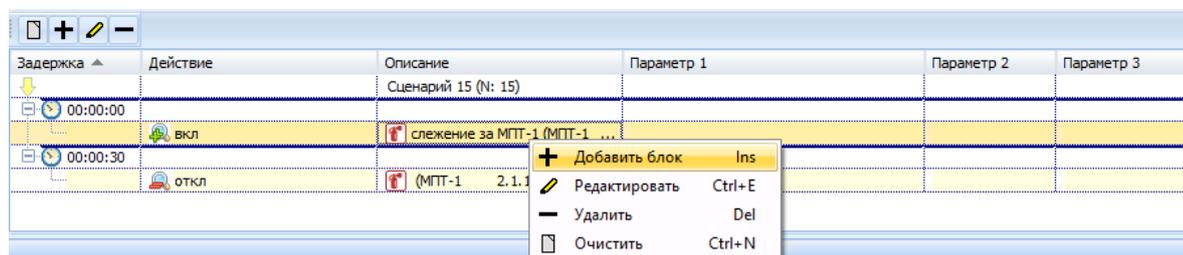

Рисунок 9.44 – Добавляем блок внутри блока слежения
4) затем добавить внутри блока слежения исполнительный блок с условием, для этого необходимо выделить строку «вкл. Слежение за МПТ-1», открыть контекстное меню и выбрать команду «Добавить блок» (рисунок 9.44),